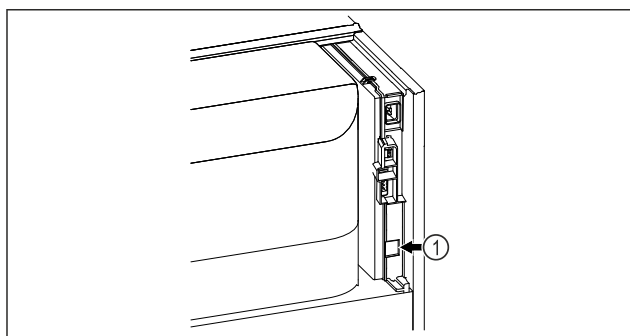

Fig. 184
- ☐ Se utiliza SmartModule Fig. 184 (1).